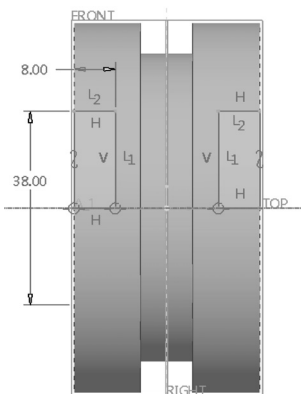

图 4-37 绘制图形
4) 绘制图 4-37 所示的图形(注意绘制一条几何中心线用作旋转轴), 单击 (确定) 按钮, 完成草绘并退出草绘模式。